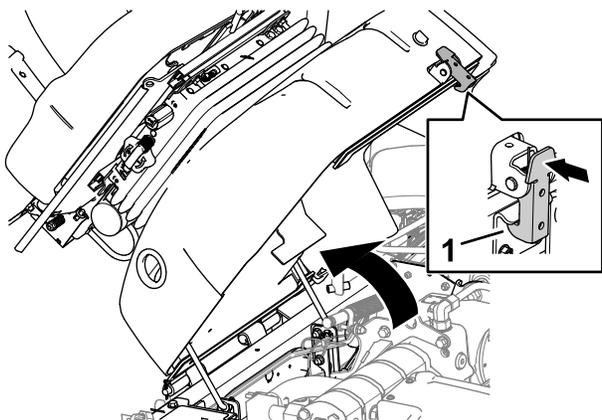

Figura 97
1. Mueva el enganche del asiento hacia fuera (Figura 97).